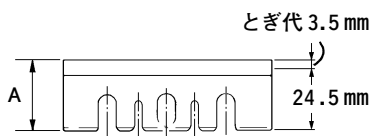

図 24
3.5 mm あります。即ちかな刃のだけが24.5 mm になるまでとぎ直しをして使用できます。(図24)